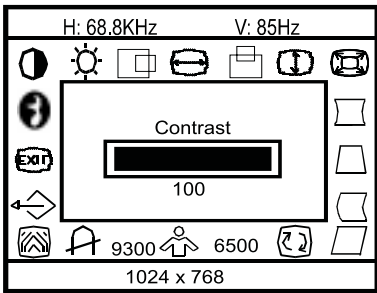

Figura 4-Figura 4-Figure 4
- Pressione o Botão Shuttle para visualisar a janela do OSD "On Screen Display" (veja figura 4).
- Presiona el Botón Lanzadero para hacer la ventana OSD aparecer. (Véa figura 4).